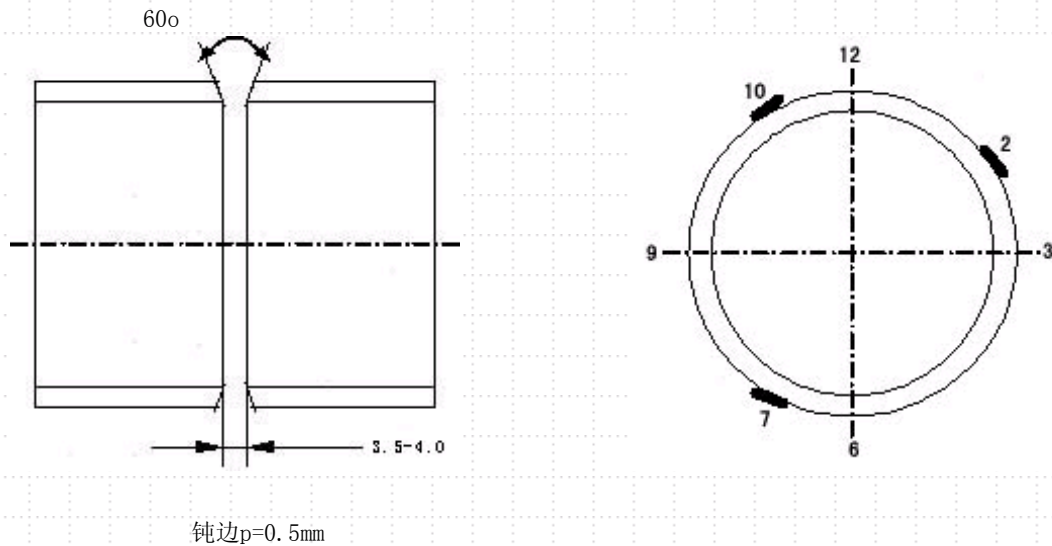

图1
- (1) 清理油、污物，将坡口面及周围10 mm内修磨出金属光泽。
- (2) 检查水、电、气路是否畅通，设备及附件应状态良好。
- (3) 按尺寸进行装配，定位焊采用肋板固定（2点、7点、11点为肋板固定），也可采用坡口内定位焊，但必须注意定位焊质量。
- (4) 管内充氩气保护。
- (5) 管子装配定位图见图1。